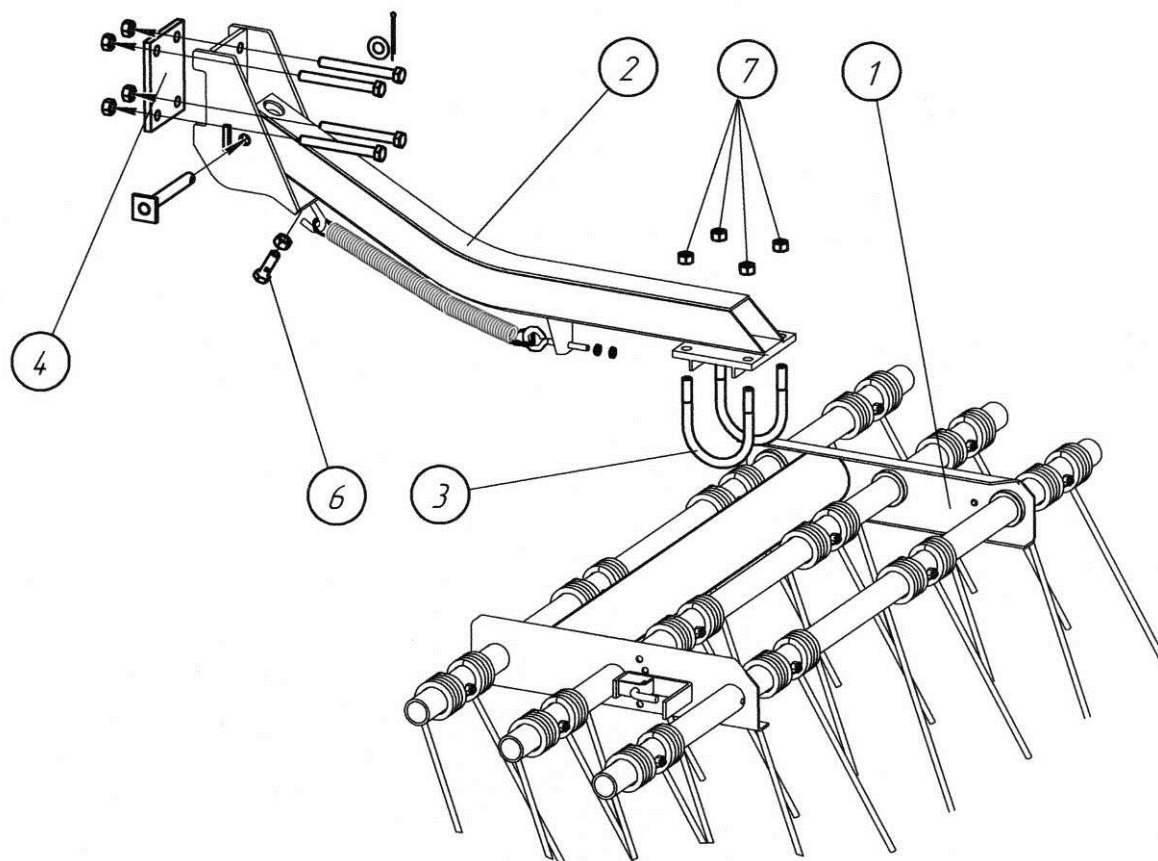

Рис. 4.11.1. Крепление секции трехрядной бороны
**4.11.1.** Закрепите секцию трехрядной бороны 1 на кронштейне 2 стремянками 3 и гайками 7 М16 (см. рис. 4.11.1).
**4.11.3.** Для обеспечения одинакового расстояния между зубьями соседних секций необходимо выдержать размер 510 мм между болтами соседних секций (рис. 4.11.2). С помощью регулировочного болта 6 установите все бороны на одном уровне от земли. Поверните бороны в стремянках 3 так, чтобы передняя часть бороны была на 25 мм выше задней. Это обеспечит лучшее качество боронования и равномерный износ зубьев. Окончательно затяните гайки 7 (рис. 4.11.1).